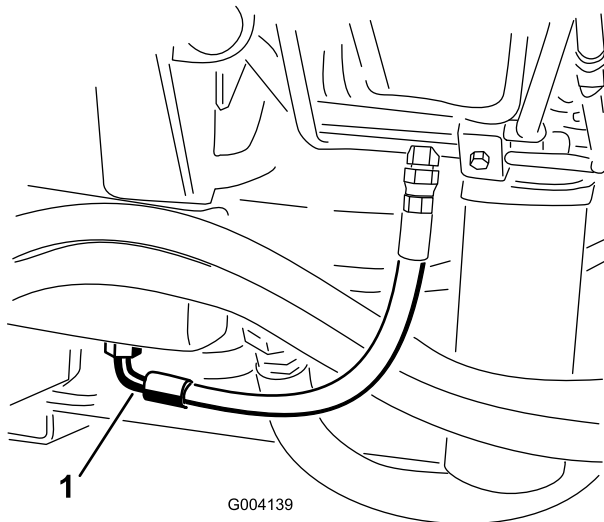

图55
2. 在液压油箱底部安装的接头下面放置一个大放油盘（图55）。